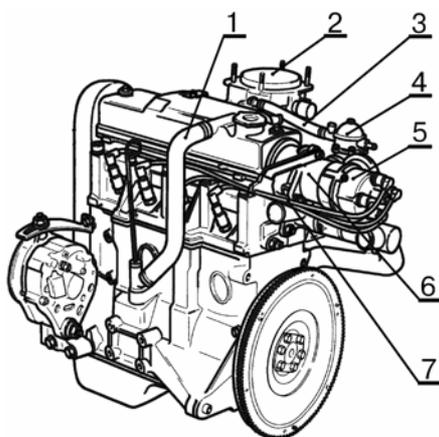

Рис.5.
- снять шланг 1, рис.5, вентиляции картера (отвертка крестообразная);